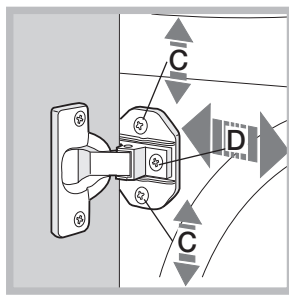

Fig. 7
- Отрегулируйте положение деревянной панели в горизонтальном и вертикальном направлениях, используя винты **C** и **D**, как показано на рис. 7.